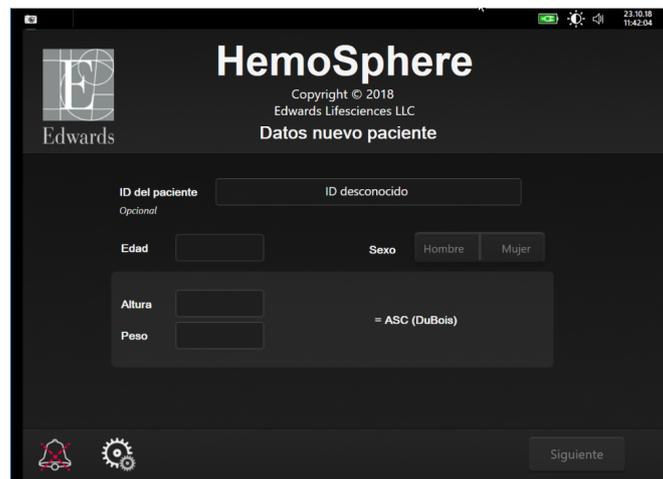

Figura 6-2 Pantalla Datos nuevo paciente
- 4 Aparecerá la pantalla **Datos nuevo paciente**. Consulte figura 6-2.